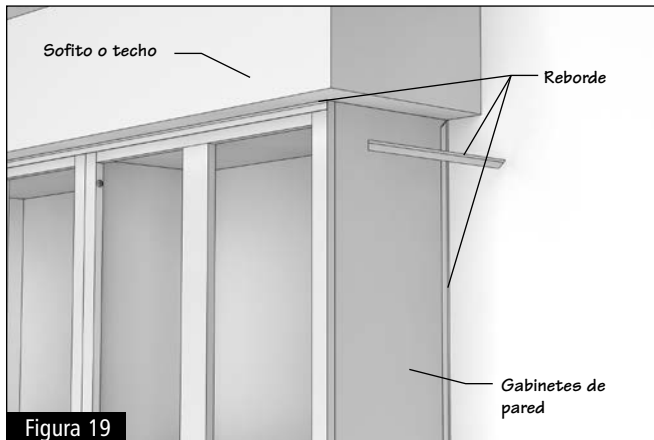

Figura 19
- 7.1** Las molduras de reborde se usan para recortar los gabinetes cuando estén junto a una pared adyacente, un soffito o techo bajo. Mida y corte el gabinete con precaución en la longitud adecuada. Use clavos para acabados pequeños o una clavadora para unir el gabinete en la unión entre gabinete y pared. (Figura 19)